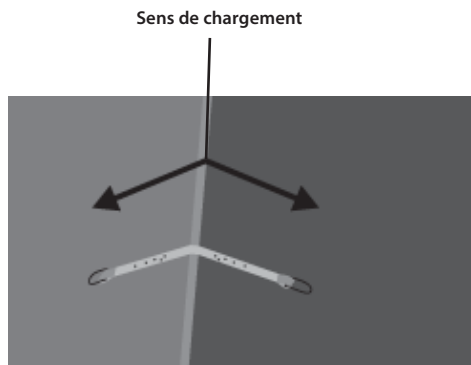

Fig. 2
- Appuyez sur les pieds d'ancrage sur la surface et insérez alternativement les clous fournis. Reportez-vous à la figure 2.